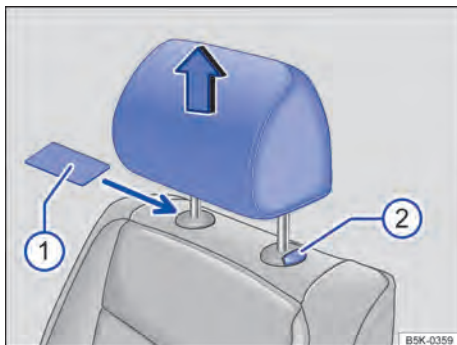

Fig. 77 Apoio para cabeça dianteiro: remover.
- Se necessário, empurrar um objeto plano, por exemplo, um cartão de plástico, entre o revestimento do encosto do banco e a capa de cobertura da barra guia do apoio para cabeça → Fig. 77 ① para destravar.
- Retirar o apoio para cabeça com o botão ② pressionado.